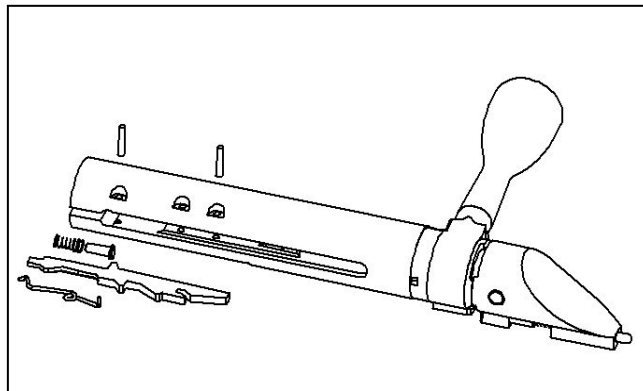

рис.10
- Выньте из паза затвора эжектор, пружины и упор (рис.10).